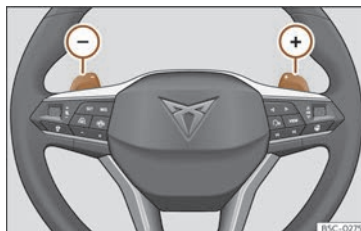

Fig. 126 Volante: palancas para cambio automático.
- Pulse la leva de cambio (+) para insertar una marcha superior >>> **fig. 126**.